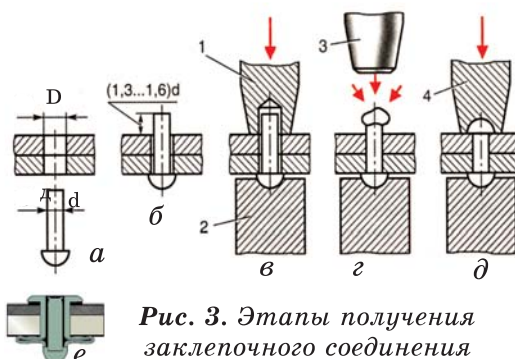

Рис. 3. Этапы получения заклепочного соединения
Часто сверлят сразу две соединяемые заготовки зажима их струбциной или в тисках. Диаметр отверстия (D) должен быть на 0,1-0,2 мм больше диаметра заклёпки (d) (рис. 3, а).
Заклёпку вставляют в отверстие (рис. 3, б). Стержень заклёпки должен выступать над деталью на расстоянии до $(1,3 \dots 1,6)d$. Головку размещают в углублении поддержки и ударами молотка по натяжке сближают соединяемые детали одну с другой. Затем круговыми ударами молотка расклепывают замыкающую головку (рис. 3, в, г) и придают ей правильную форму с помощью обжимки (рис. 3, д).
В конце получается готовое заклёпочное соединение (рис. 3, е).